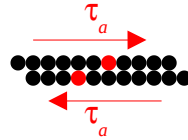

Abbildung 6.4: Bewegung der Atome
- Je dichter die Atome gepackt sind, desto leichter sind sie verschiebbar (z.B. kfz, ebenfalls unter 45°). Die Bewegung der Atomreihe ist ein Vielfaches des Atomabstandes (Abb. 6.4).